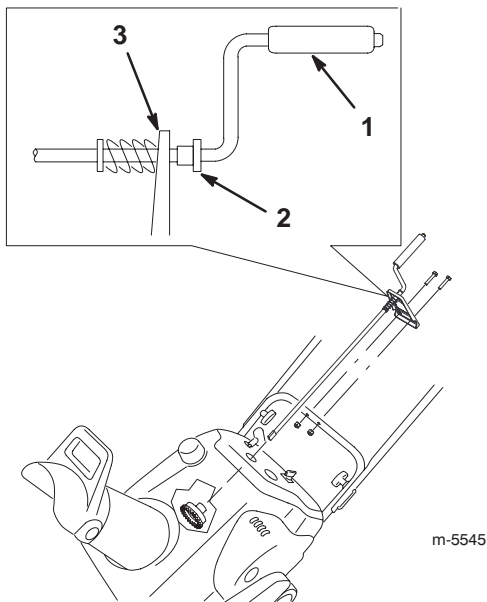

Bild 11
1. Führen Sie das abgeflachte Ende der Kanalkurbel durch die Öffnung in der Haube ein, wobei Sie das Halteprofil auf die Öffnungen im unteren Griff ausrichten (Bild 11).
2. Drehen Sie die Kurbel langsam, bis das abgeflachte Ende in die versteckte Zahnradöffnung passt und sich der Kanalring mit der Kurbel dreht (Bild 11).
3. Die Plastikbuchse muss ganz in die Öffnung am Halteprofil eingeführt werden. Wenn das nicht der Fall ist, schieben Sie sie an der Kurbel entlang in die Öffnung (Bild 11).
4. Befestigen Sie das Halteprofil mit zwei Schrauben und Sicherungsmuttern am Griff (Bild 11).